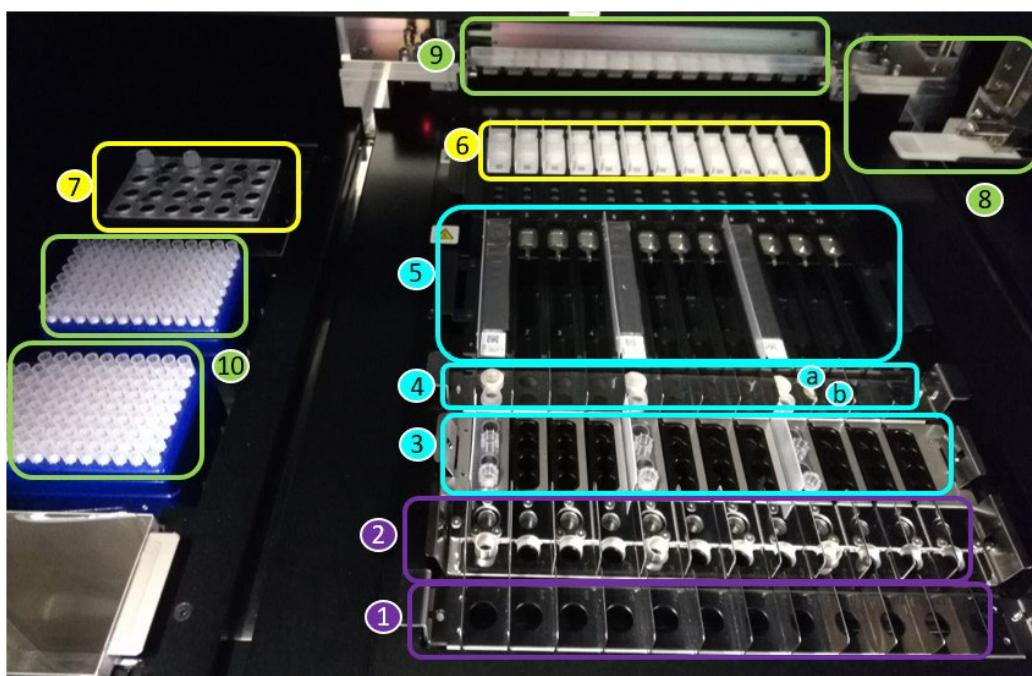

Figura 1: A área de carregamento do «ELITE InGenius»
A Figura 1 mostra uma descrição geral do instrumento «**ELITE InGenius**».
A Figura 1 mostra: posição do suporte do tubo principal (1), posição do suporte do tubo de extração (2), posição do suporte da ponta (3), posição do suporte do tubo de eluição (Dnase I (a) + adaptador do tubo (a) e tubo de eluição (b)) (4), posição do suporte do cartucho de extração (5) e posição do suporte do cartucho de PCR (6), posição do bloco do reagente de PCR e Internal Control (gestor de inventários) (7), posições da amostra e de distribuição do reagente (8, 9), da caixa de desperdícios (lado inferior esquerdo) e das pontas (10).
6. Para confirmar que estão colocados na posição do gestor de inventário 7 (cf. página 10, Figura 1) reagentes suficientes para o número de testes selecionados, como indicado no ecrã, prima o botão “Next” (Próximo).
7. Coloque tabuleiros de pontas suficientes na posição 10 (cf. página 10, Figura 1).
9. Coloque as cassetes de PCR indicadas na posição 6 (cf. página 10, Figura 1).
11. Coloque a(s) cassette(s) do cartucho de extração indicadas na posição 5 (cf. Página 10, Figura 1).
13. Coloque a DNase I no adaptador do tubo de DNase I, indicado na posição 4 (cf. Página 10, Figura 1).
15. Coloque a quantidade de tubos de eluição indicada na posição 4 (ver página 10, Figura 1).